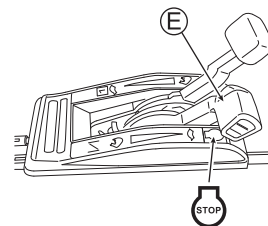

Fig. 14
- 2 Placez la Manette des gaz (E) sur la position "STOP". (Voir Fig. 14)